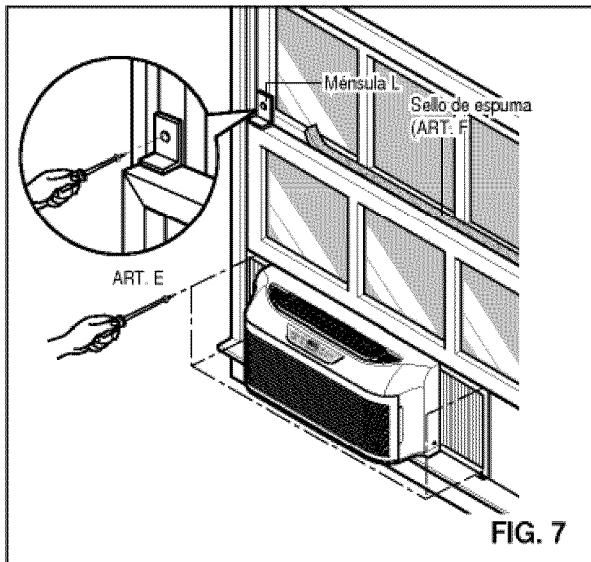

FIG. 7
Expanda los bastidores de la cortina y asegúrelos usando 4 tornillos (ARTÍCULO E) como lo muestra en la FIG 7.
- Corte el sello de espuma (ARTÍCULO F) al ancho de la ventana. Rellene el espacio entre el vidrio y la ventana con la espuma selladora para prevenir que los insectos y el aire penetren en la habitación, como se muestra en la FIG. 7.